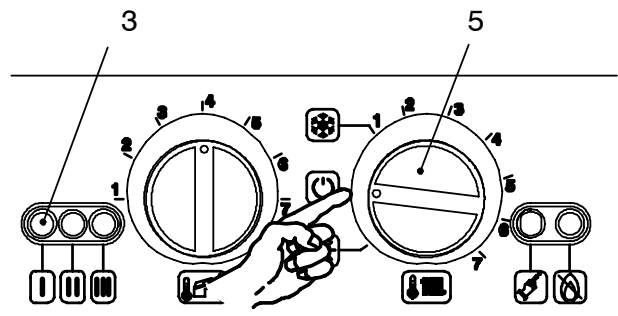

fig. 6.5
- 21 Spegner la caldaia portando il selettore 5 sulla posizione "🔌" fig. 6.5